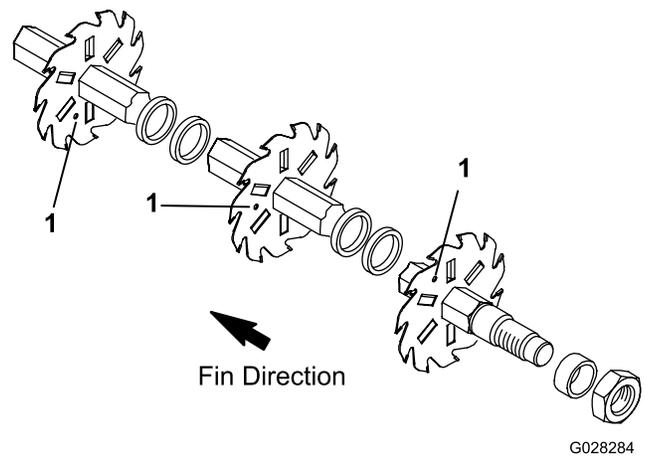

Bild 5
3. Montieren Sie das nächste Messer nach links, sodass das Indexreferenzloch nicht um ein Sechstel der Welle mit dem ersten Messerloch ausgerichtet ist (Bild 5). Bauen Sie die anderen Distanzstücke und Messer genauso ein, bis alle Messer eingebaut sind.